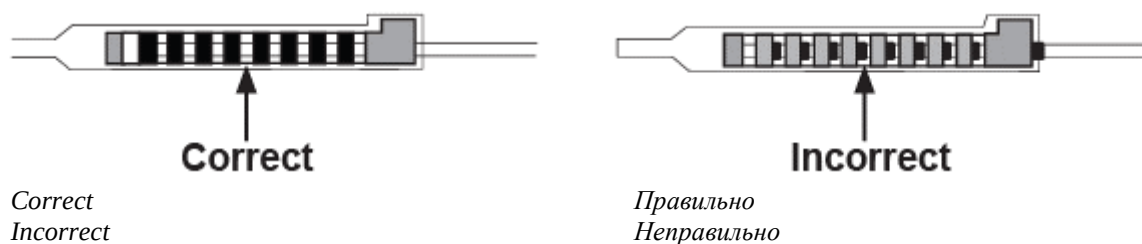

Рисунок 26. Выравнивание электрода для ГСГМ в разъеме удлинителя электродов
5. Визуально проверьте, что выводы электрода для ГСГМ находятся на одном уровне с контактами удлинителя электродов (рисунок 26).